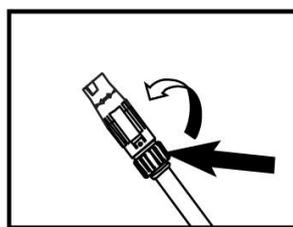

Рис.3
- Отпустите гашетку и убедитесь, что распыление воды полностью прекратилось. Поверните конец распылителя по часовой стрелки (рис. 3). Теперь при нажатии гашетки распылитель будет подавать воды под низким давлением.